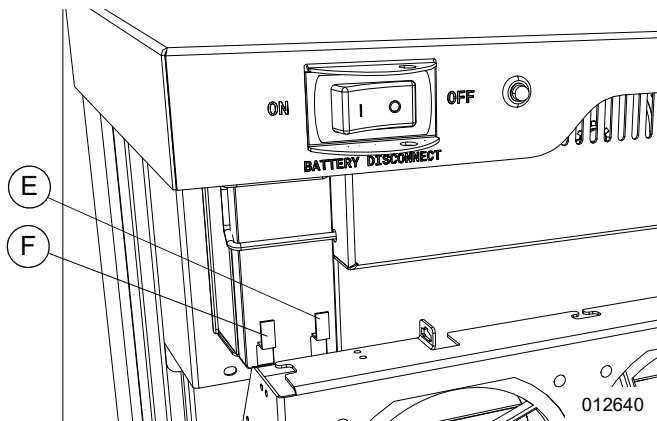

Figura 4-16. Conexiones de la batería de arranque en negro
Consulte la **Figura 4-16**. Conecte el conductor de la batería de arranque en negro al terminal positivo de la batería (E).